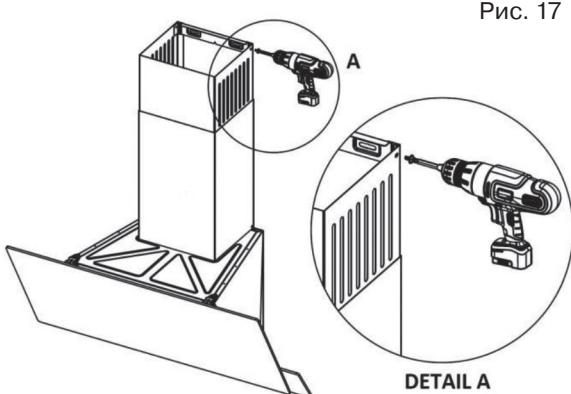

Рис. 17
- 9) Потяните внутренний кожух вверх через внешний кожух и закрепите его винтом 3,5x6,5 RYSB на креплении внутреннего кожуха , который вы ранее прикрутили к стене (рис. 17).